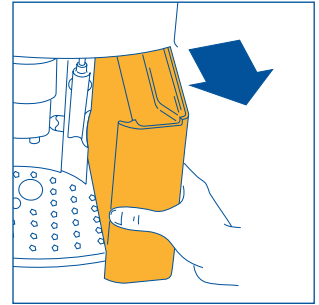

Fig.1
- Extraiga el depósito de agua (fig. 1), enjuáguelo y llénelo con agua fresca sin superar la marca MÁX. Cuando extraiga el depósito, coloque el emulsionador en el centro de la máquina para poderlo quitar.